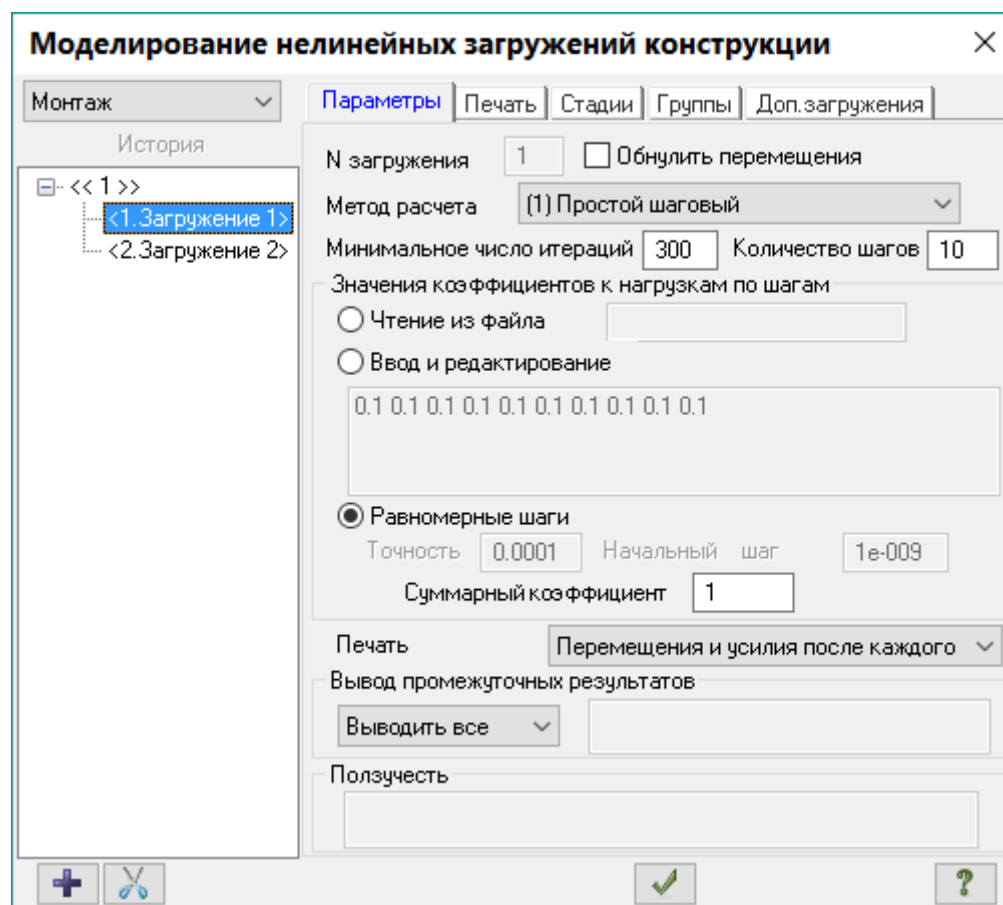

Рис.16.19. Диалоговое окно **Моделирование нелинейных нагрузок конструкции** для задания параметров нелинейных нагрузок
- Далее для первого нагружения задайте следующие параметры (рис.16.19):
- в раскрывающемся списке **Метод расчета** выберите строку **(1) Простой шаговый**;